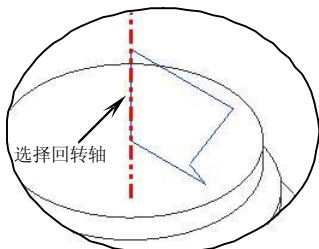
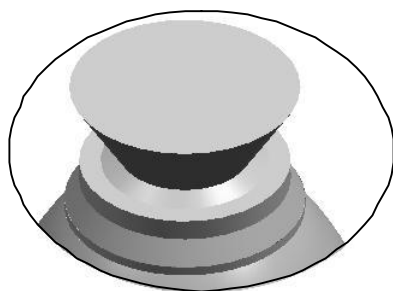

图4-11
图4-12
10. 选择前两步绘制的草图轮廓，在【成形特征】工具条中单击【回转】按钮，弹出【回转】对话框。在【选择步骤】栏中选择【求和】选项，在【结束】输入框中输入“360”，单击 **MB2**，然后选择如图 4-11 所示的回转轴，最后单击 **确定** 按钮创建回转特征，结果如图 4-12 所示。